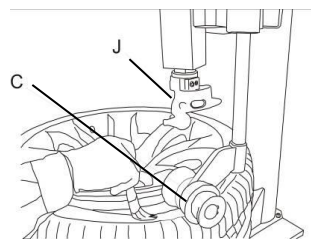

图 8
必须先将轮胎空气放尽，再将轮胎靠在拆装机右边的铲臂胶垫（4）上，把压胎铲（5）顶在胎唇上，离轮辋边大约 1cm 以上（如图 8）。踩下压胎脚踏（3），压胎铲即向内动作。沿着轮辋在轮胎两边转换角度重复以上动作，直到胎唇全部松开为止。
警示: 不涂抹润滑油可能会给轮胎造成严重磨损和损坏(如图 8)。
1、用右压胎臂滚轮 G 压至轮胎表面，保持轮胎低于轮辋 3cm 以上，并在轮胎表面涂上润滑剂，转动安装座，然后升起滚轮 G。(图 8)